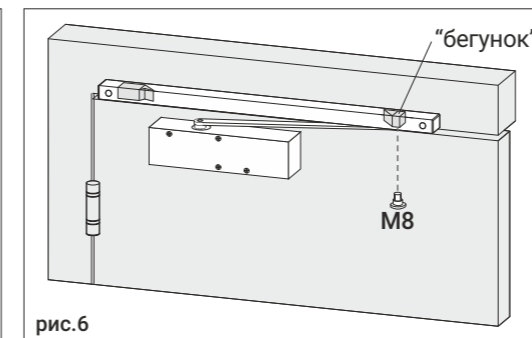

рис.6
4. Надавив на скользящую тягу, соедините ее с «бегунком» в штанге винтом M8, рис.6. Таким образом обеспечивается преднатяг при установке.